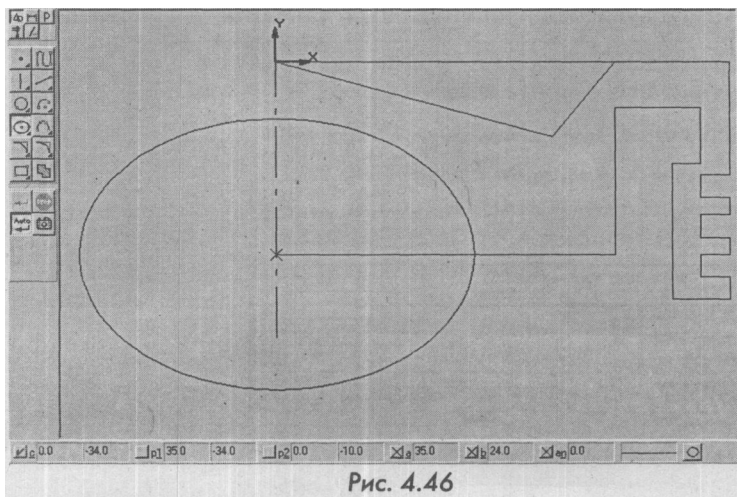

Рис. 4.46
4. Нажмите кнопку **Ш (Ввод эллипса)**. Введите центр эллипса, направив курсор в точку с координатами (0, -34). В строке параметров в окне **a** введите первую полуось 34, в окне **b** - значение второй полуоси 24, в окне **Угол наклона** - 0° градусов. Обратите внимание на кнопку **Отрисовка осей эллипса**. Она должна иметь такой вид: $\text{J}21$. Это означает, что при вводе эллипса отрисовка осей проводиться не будет. Если вместо нее кнопка будет выглядеть так - **M**, необходимо просто нажать на нее (рис. 4.46).